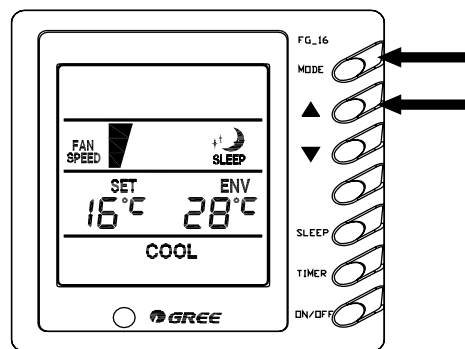

Рис. 5.10
5.3.4 **Режим COOL.** В режиме «Охлаждение» (COOL) при помощи кнопок поз. 2 и 3 задайте необходимую температуру в диапазоне от 16 до 30 °C (Рис. 5.10). Если заданная температура (SET) выше фактической температуры воздуха в помещении (ENV), то кондиционер будет работать в режиме вентиляции.